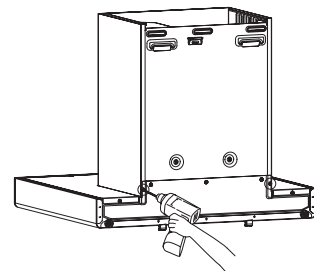

Fig.6
2. 取下風機外罩、裝飾罩（僅適用於 EMG6018-C\EMG6018-CW）：用螺絲刀取下主機背后固定風機外罩的 2 顆螺釘（見 Fig.6），然後雙手抓住風機外罩和裝飾罩向上將其取出（見 Fig.7）；